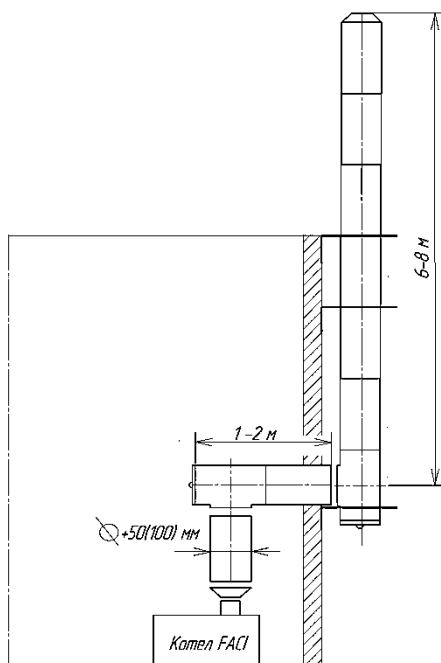

Рис. 25
**2.7.7** Горизонтальный участок 90° длина 1-2 м. Вертикальный участок 6-8 метров с расширением трубы на 50-100 мм. (Расширение начинается с момента поворота) (см рис. 25).